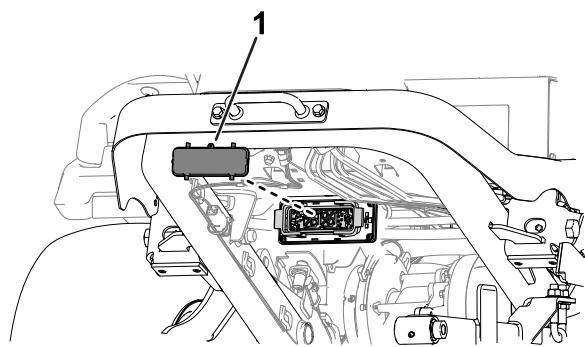

Figure 21
6. Remettez les couvercles sur le connecteur de l'unité de coupe et le connecteur de la machine (Figure 21).